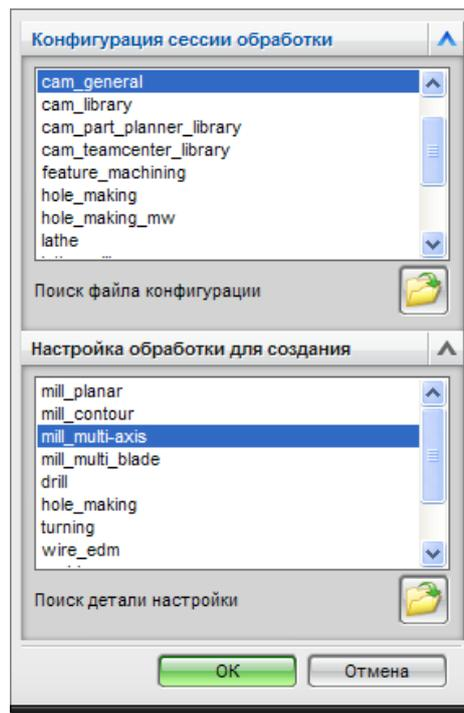

Рис. 2.4. Настройки модуля обработки
- перейдите в модуль обработки и выберите настройку обработки **mill_multi-axis** (см. рис. 2.4);